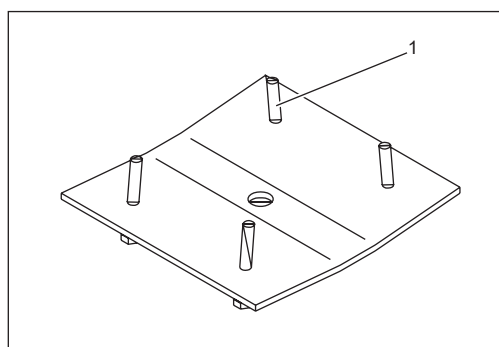

Abb. 5:
- Justierschrauben (Abb.5/1) voreinstellen